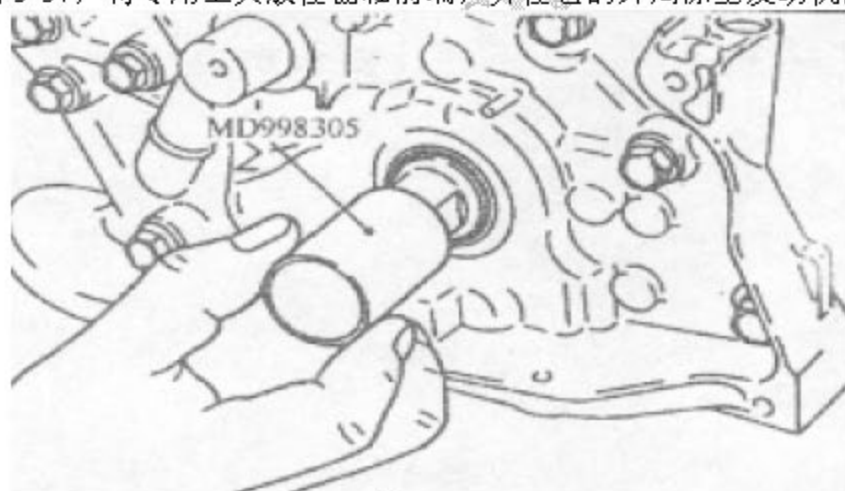

图 3-37
- a). 如图 3-37, 将专用工具放在曲轴前端, 并在它的外周涂上发动机油。